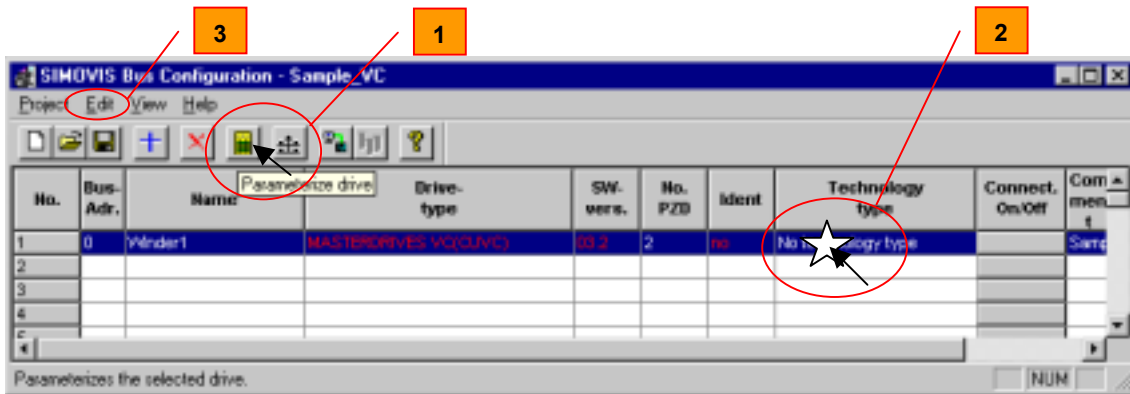

图 5-21 参数化一个传动系统
- ◆ 双击装置进行参数设置(图 5-21[2])
- ◆ 呼叫在工具条上 *parameterize drive* (图 5-21[1])
- ◆ 呼叫菜单命令 *Edit*→*parameterize drive* (图 5-21[3])